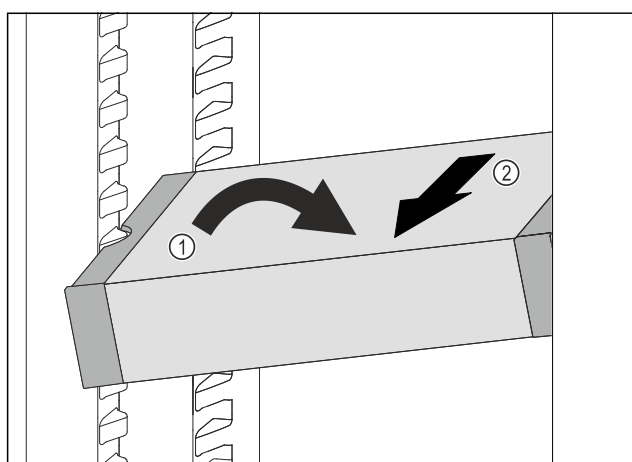

Fig. 133
- ▶ VarioSafe postavte v chladničce šikmo. Fig. 133 (1)
- ▶ VarioSafe odeberte směrem dopředu. Fig. 133 (2)